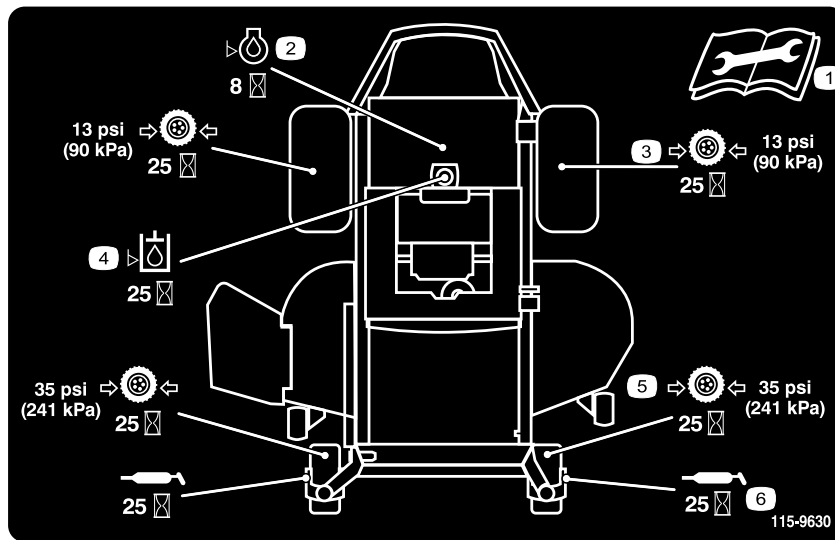

Bild 35
3. Reinigen Sie die Schmiernippel (Bild 37 und Bild 35) mit einem Lappen. Kratzen Sie bei Bedarf Farbe vorne von den Nippeln ab.
4. Setzen Sie die Fettpresse nacheinander an allen Nippeln an (Bild 37 und Bild 35). Fetten Sie die Nippel, bis das Fett beginnt, aus den Lagern auszutreten.